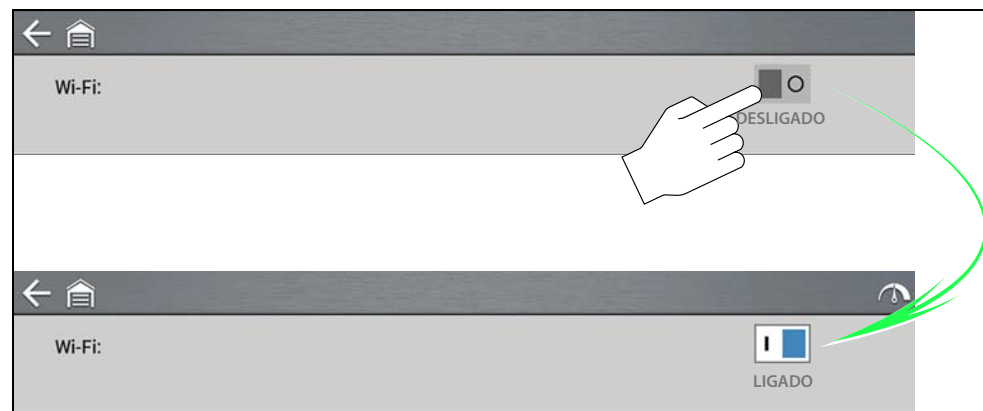

Figura 12-1
1. Para ativar/desativar o Wi-Fi, selecione o ícone **Ligar Wi-Fi** (Figura 12-1).